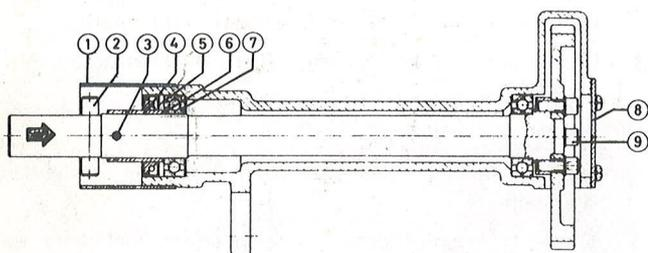

Figure 32. Démarrage manuel, MD1B, MD2B
2. Démontez le couvercle (8), figure 32.
3. Enlever les vis (9) et démonter le pignon.
4. Détacher la douille (1) qui est pressée sur le carter en frappant légèrement dessus.
5. Extraire la goupille (2) en posant un support sous l'arbre.
6. Extraire la goupille élastique (3) et retirer la douille (4).
7. Extraire l'arbre du carter en le poussant dans le sens indiqué par la flèche, figure 32.
8. Démontez le joint d'étanchéité (5), le joint torique (6) et le roulement à billes (7).